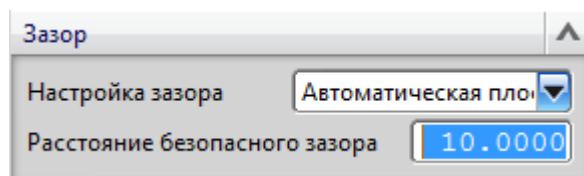

Рис. 2.15. Настройка расстояния безопасного зазора
- введите значение **10.0** в поле ввода **Расстояние безопасного зазора** (см. рис. 2.15).